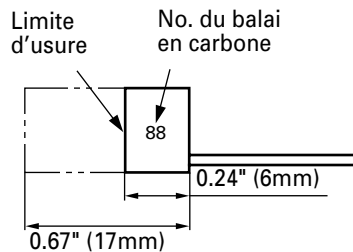

Fig. 7
- Inspection des balais en carbone (Fig. 7)
REMARQUE : Utiliser le balai en carbone HITACHI No. 88 indiqué sur la Fig. 7.